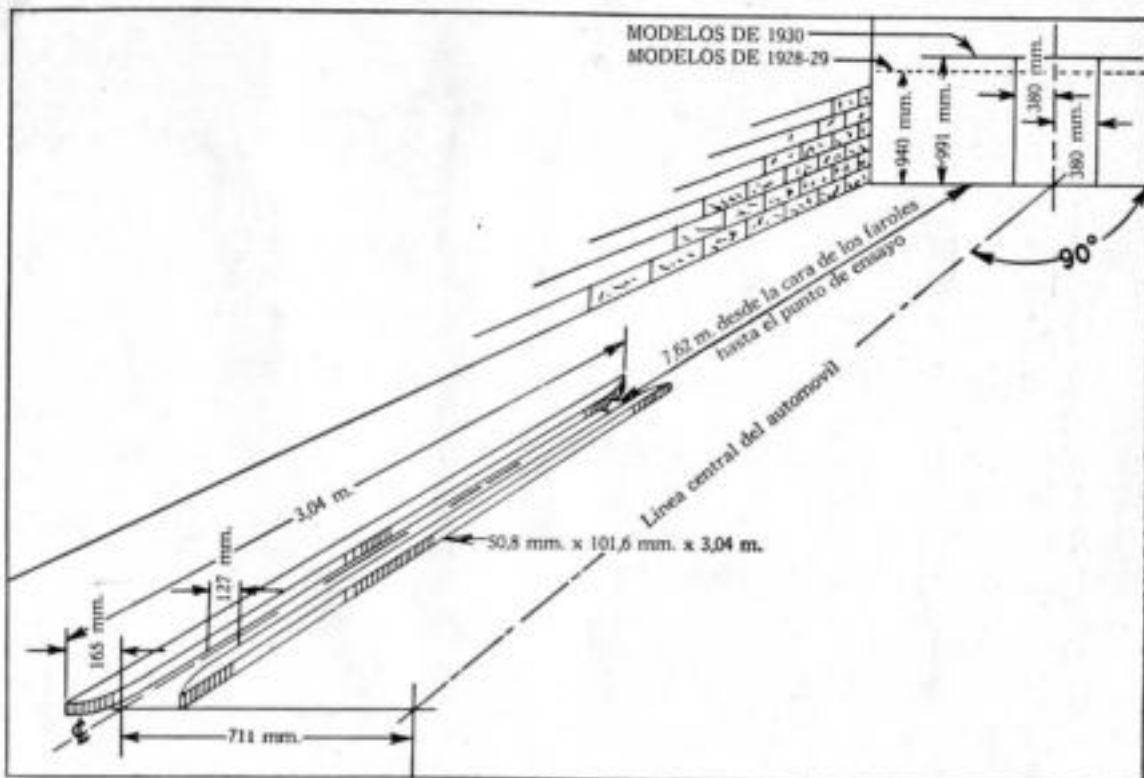

Figura 20
Para alinear y enfocar los faroles delanteros, el automóvil debe pararse sobre un piso bien a nivel, al frente de una pared o de una cortina blanca, a 7,62 m. (25 pies) de distancia desde el frente de los faroles delanteros. Esta pared debe estar en un lugar oscuro o protegido contra toda luz directa, para que los puntos luminosos proyectados por los faroles delanteros pueden verse con toda claridad. La pared debe marcarse con líneas negras, como lo mostramos en las figuras 18 y 19. En la figura 20 anotamos la manera de marcar la pared.
2. La parte superior de los puntos luminosos sobre la pared a 7,62 m. (25 pies) de distancia, deben quedar en una línea a 991 mm. (39½ pulgadas)—y para los modelos de 1928 y 1929, en una línea a 940 mm. (37 pulgadas)—sobre el nivel del piso en que está parado el automóvil. (Véase la figura 20.) Con los puntos luminosos del automóvil vacío colocados a esa altura, los faros delanteros responderán a los reglamentos municipales